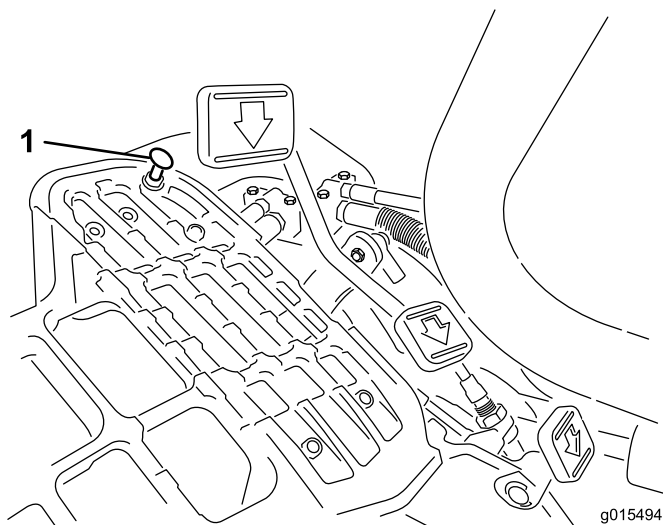

図 50
モードレバーを「移動走行」位置にセットし、ペダルを一杯に踏み込めば最高速度となります。ケーブルに張力が掛かる前にペダルがストップ（図 50）に当たる場合には調整が必要です。
1. モード・レバーを「移動走行」位置にセットし、ペダルストップを固定しているロックナットをゆるめる（図 50）。